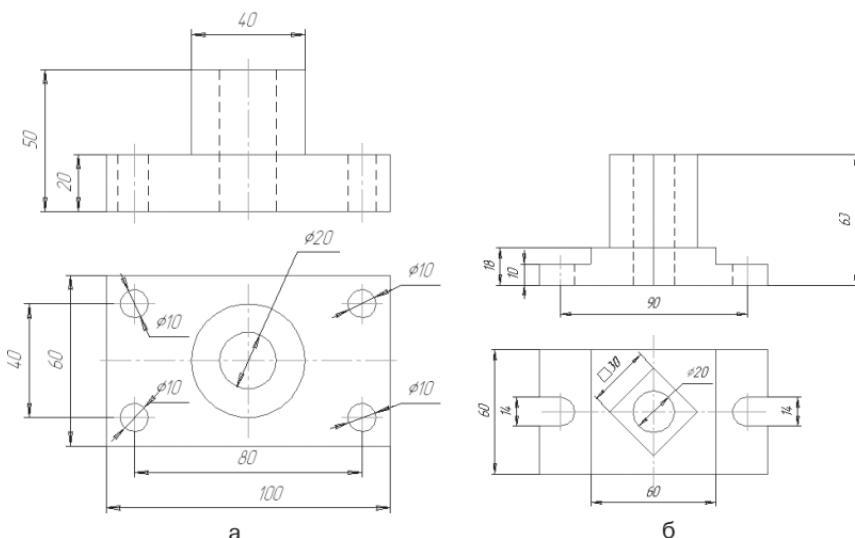

Рис. 356
- Найдите ошибки в простановке размеров рис. 356.